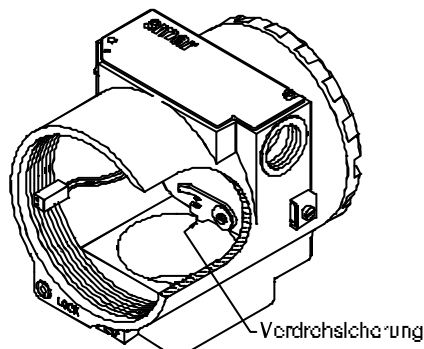

Abb. 5.1 – Verdrehsicherung für den Sensor
Abbildung 5.1 zeigt die Explosionsdarstellung des Messumformers und hilft die entsprechenden Bauteile zu identifizieren:
Der Messumformer hat eine eingebaute Verdrehsicherung, die verhindert, dass der Sensor mehr als eine Umdrehung um das Gehäuse gedreht werden kann (siehe Abbildung 5.1.)
Stecken Sie die Schrauben (5) durch die Löcher in der Hauptplatine (6) und schieben Sie die Abstandshülsen (7) wie in Abbildung 5.1 gezeigt auf die Schrauben und schrauben Sie die Platine dann in das Gehäuse.